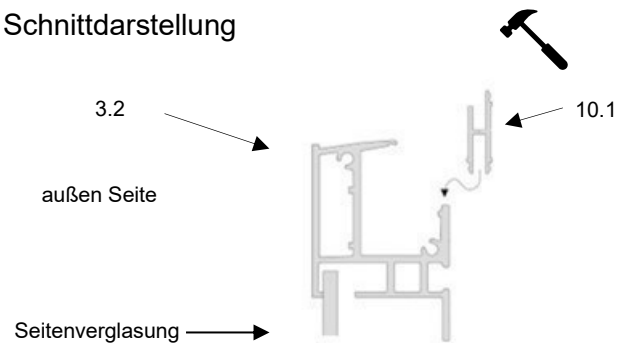

Abb.31
3. die H-Schiene (10.1) in das Traufprofil (3.2) einsetzen, ggf. leicht mit einem Gummihammer nacharbeiten! (Abb.31)